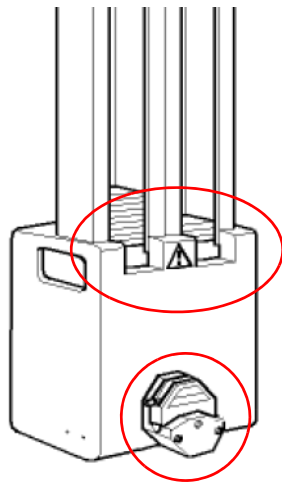

Abb. 7: Gefahrenbereiche am Stacker
1. Greifen Sie während des Betriebes niemals in die Bewegungsräume des Gerätes, auch nicht mit Gegenständen. Diese gefährdeten Bereiche sind (Abb. 7):